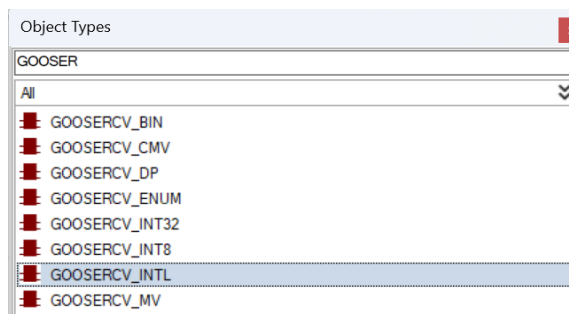

Imagen 339_Selección de bloque GOOSERCV_INTL.
5.1.23 Y lo mismo para el bloque “*GOOSERCV_INTL*” como se muestra en la **Imagen 339**, que recibirá información GOOSE.